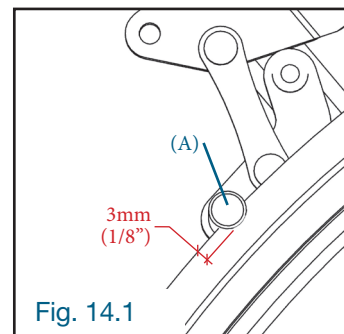

Fig. 14.1
IMPORTANT : Toujours s'assurer que la tige (A) du bloqueur de roue latérale (B) compresse le pneu d'environ 3mm (1/8") de profondeur en tout temps. (Fig. 14.1)